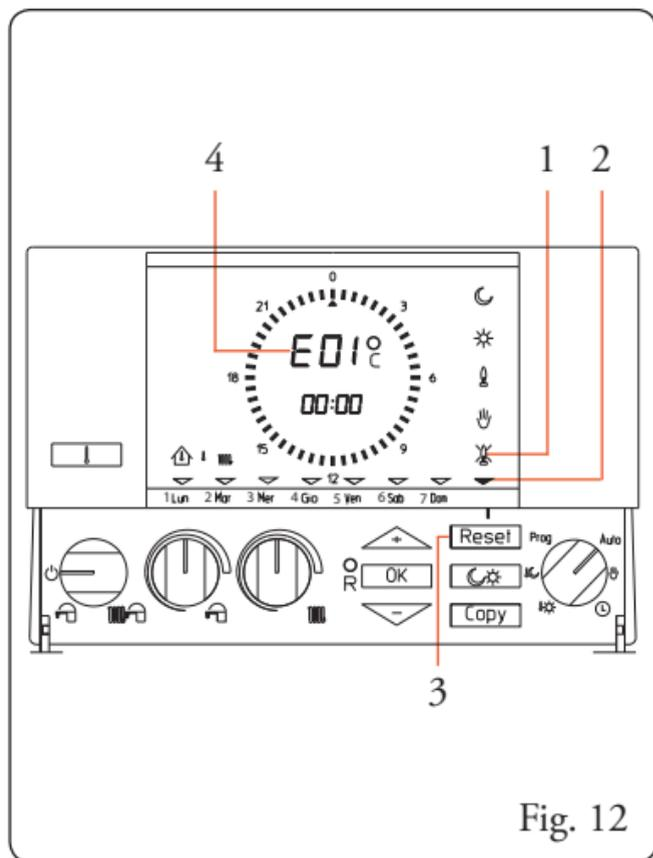

Fig. 12
In caso di blocco caldaia resettabile sul display compaiono i simboli “” (Fig. 12 pos. 1) e il simbolo “” (Fig. 12 pos. 2) che indica il pulsante di Reset (Fig. 12 pos. 3).
Contemporaneamente il display (Fig. 12 pos. 4) mostra il relativo codice di errore o guasto “**EXX**” dove **XX** sta per il numero che identifica il codice errore.
Per ripristinare il funzionamento normale è sufficiente premere il pulsante  (Fig. 12 pos. 3).